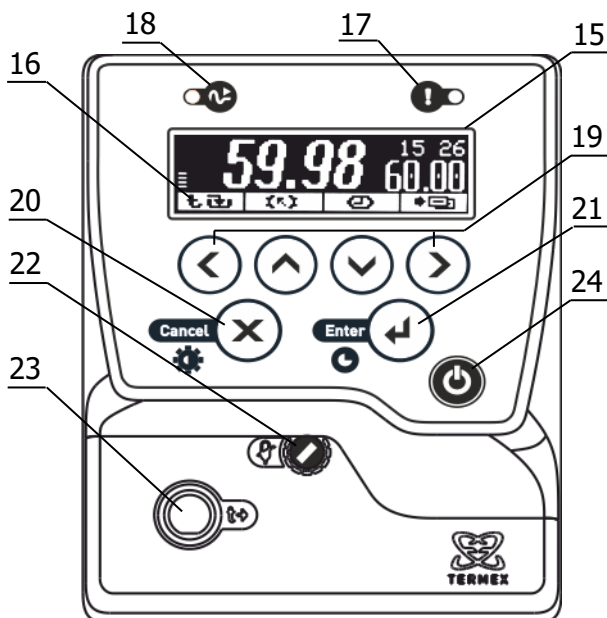

Рисунок 2 – Лицевая панель
Система безопасности блоков регулирования отключает двигатель насоса и нагреватель при срабатывании хотя бы одной из защит или неисправности датчика температуры (1.2.13). При срабатывании системы безопасности раздается звуковой сигнал, загорается индикатор 17 (рисунок 2) и на дисплей 15 выводится информация о причине неисправности.
2.3.1 После подключения сетевого кабеля к электрической сети блок регулирования переходит в режим ожидания. Подключение сопровождается кратковременной подсветкой дисплея 15 (рисунок 2).
2.3.6 Для регулировки яркости подсветки или контраста дисплея нажать кнопку 20 (X), выбрать изменяемый параметр кнопками (▲) и (▼) и установить его значение кнопками (◀) и (▶). Зафиксировать изменение нажатием кнопки 21 (↔) (рисунок 2).
2.7.6 Для выбора уставки в качестве текущей кнопками (▲) и (▼) подвести к ней указатель. Значение отмеченной указателем уставки дублируется крупными цифрами в правой части дисплея. Для подтверждения выбора отмеченной уставки нажать кнопку 21 (←). Для отмены выбора нажать кнопку 20 (✕) (рисунок 2).
2.7.7 Для изменения численного значения отмеченной указателем уставки нажать кнопку (▶). На рамке, обрамляющей значение уставки в правой части дисплея, появятся “засечки”, указывающие на изменяемую позицию в численном значении. Цифра в отмеченной позиции мигает. Нажатиями кнопок (▲) и (▼) установить требуемую цифру в отмеченной позиции. Если удерживать кнопку нажатой, значение уставки будет изменяться непрерывно. Нажатиями кнопок (◀) и (▶) переместить отметку изменяемой позиции. Дискретность изменения значения уставки зависит от положения изменяемой позиции: если отмечена позиция десятков, то при единичном нажатии кнопки (▲) или (▼) значение уставки изменится на 10 °С. Если отмечена позиция десятых долей, то значение уставки изменится на 0.1 °С соответственно. Закончить ввод нового значения уставки нажатием кнопки 21 (←). Для возврата к значению уставки до ее изменения нажать кнопку 20 (✕) (рисунок 2).
2.8.5 После устранения причины срабатывания защиты или ее отключения кнопкой (▶) индикатор 17 (рисунок 2) погаснет. Перевести блок регулирования в рабочий режим нажатием кнопки 21 (←).
2.9.3 Температура срабатывания защиты от перегрева теплоносителя устанавливается вращением регулятора 22 (рисунок 2). Для изменения положения регулятора используйте подходящий инструмент, например, часовую отвертку.